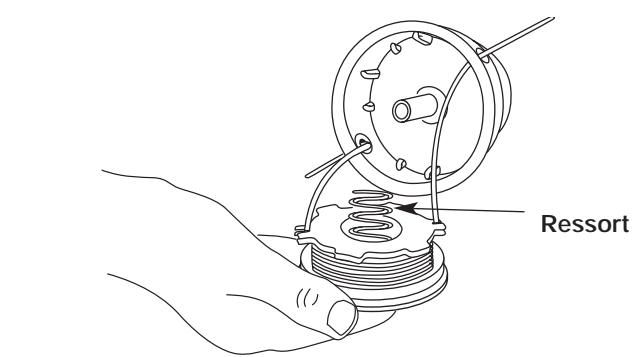

Fig. 20
13. Insérez les extrémités du fil dans les œilllets de la bobine extérieure et placez le moulinet et le ressort dans la bobine (Fig. 20). Enforcez le moulinet et la bobine ensemble. Tout en tenant le moulinet et la bobine, saisissez les extrémités et tirez fermement pour dégager le fil des fentes de retenue de la bobine.
5. Insérez les extrémités du fil dans les œillets de la bobine extérieure (Fig. 20).